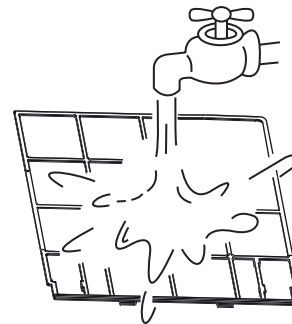

Fig. 6-3
- Quando si lava con acqua, tenere il lato di ingresso dell'aria rivolto verso il basso. (Fig. 6-3)